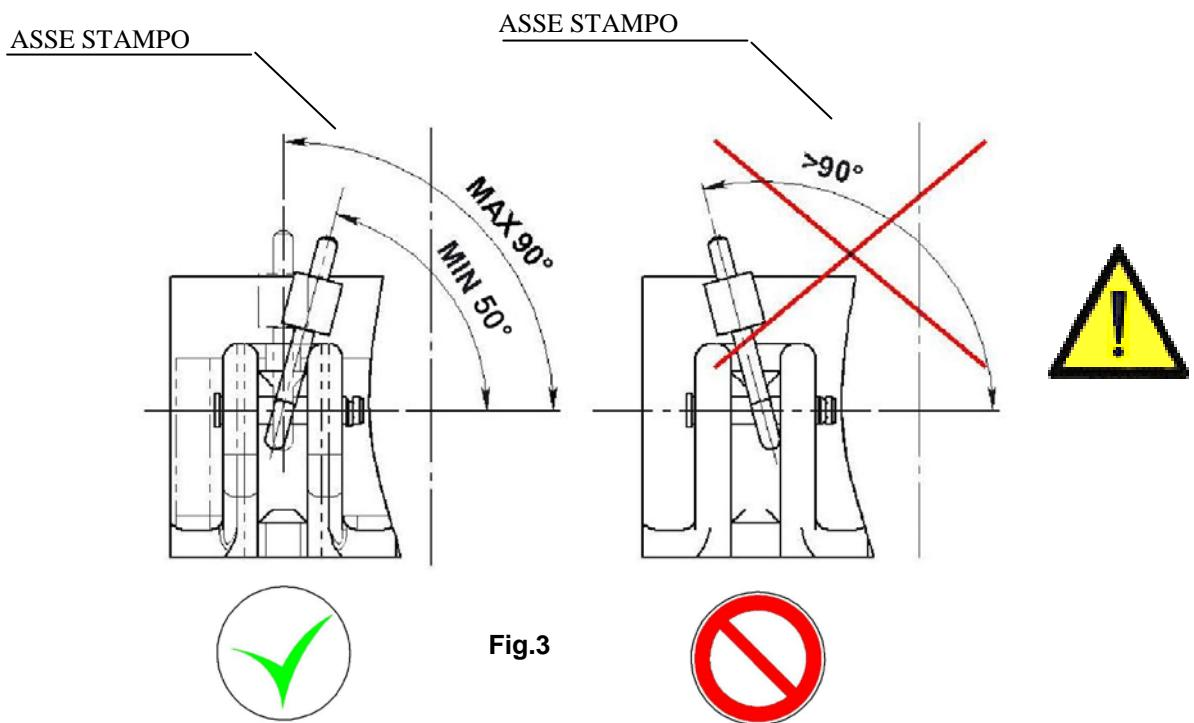

Fig.3
3.7 Non effettuare sollevamento/movimentazione/ribaltamento con imbracature che formino angoli superiori a 90° rispetto all'orizzontale , in caso contrario si può verificare lo sfilamento del perno con rischio di caduta del carico (vedi fig.3)